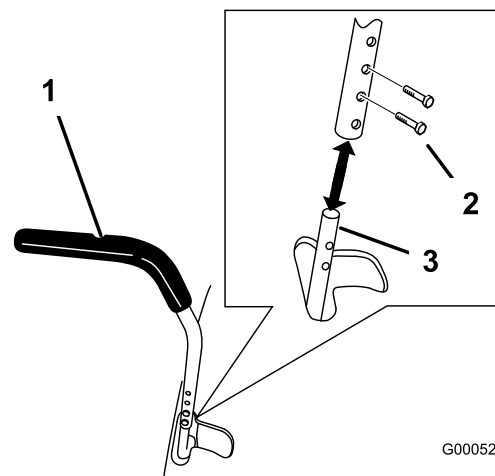

Bild 14
1. Entfernen Sie die beiden Schrauben, mit denen der Schalthebel am Schalthebelarm befestigt ist (Bild 14).
2. Setzen Sie den Schalthebel in die nächste Lochposition. Befestigen Sie den Hebel mit den zwei Schrauben (Bild 14).